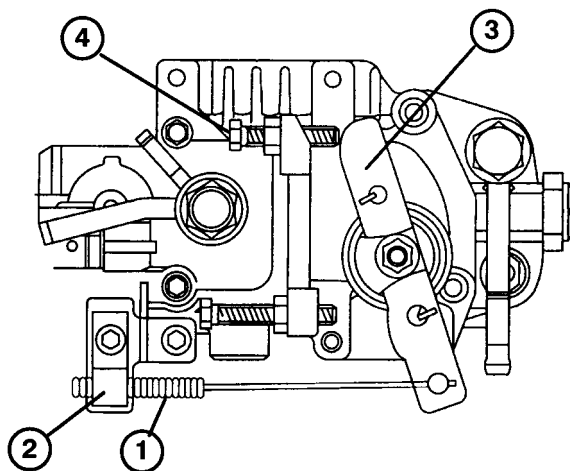

図 38
1. エンジン側のスロットル・コントロール・レバー（図 38）を SLOW 位置にセットする。
2. ケーブルをエンジンに固定しているケーブル・クランプのネジ（図 38）をゆるめる。
3. 速度コントロール・レバーがアイドル調整ネジに当たるまでケーブルをしっかりと引く（図 38）。
2. アイドル調整ネジ（図 38）のロックナットをゆるめる。